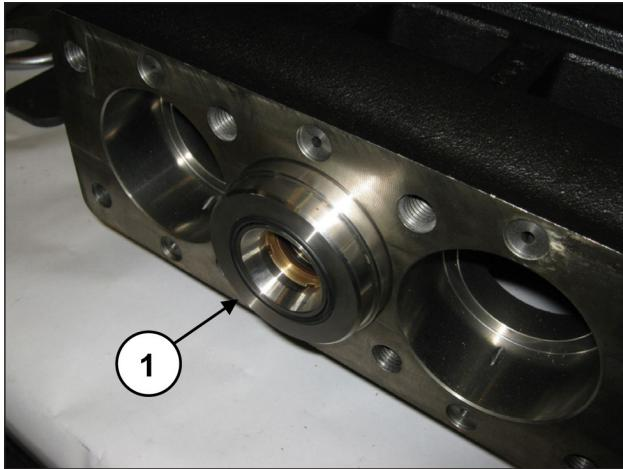

Abb. 171
Schieben Sie die Kolbenführung durch Drehen der Welle soweit vor, dass der mitgetriebene Dorn den Dichtungshalter und die gesamte Kolbenbaugruppe herausdrückt (Pos. ①, Abb. 171).